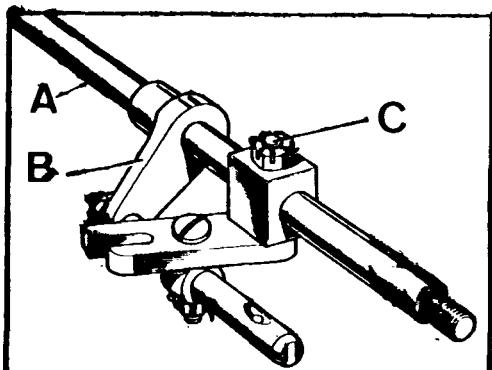

Fig. C-60 Conjunto de la barra corredera y eje
3.2.3. Montar el dado de la barra corredera situando los elementos de fijación, C (Fig. C-60) de tal manera que la tuerca y clavija queden al mismo -- costado en que se encuentran las muescas para el émbolo fiador.